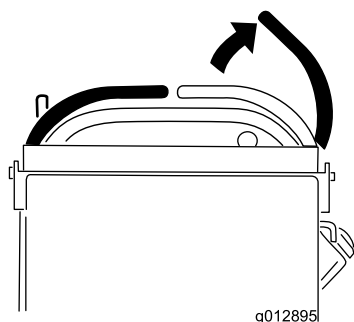

Figure 11
- Amenez les leviers de commande de déplacement au point mort et le levier de commande droit en position de verrouillage au point mort (Figure 11).